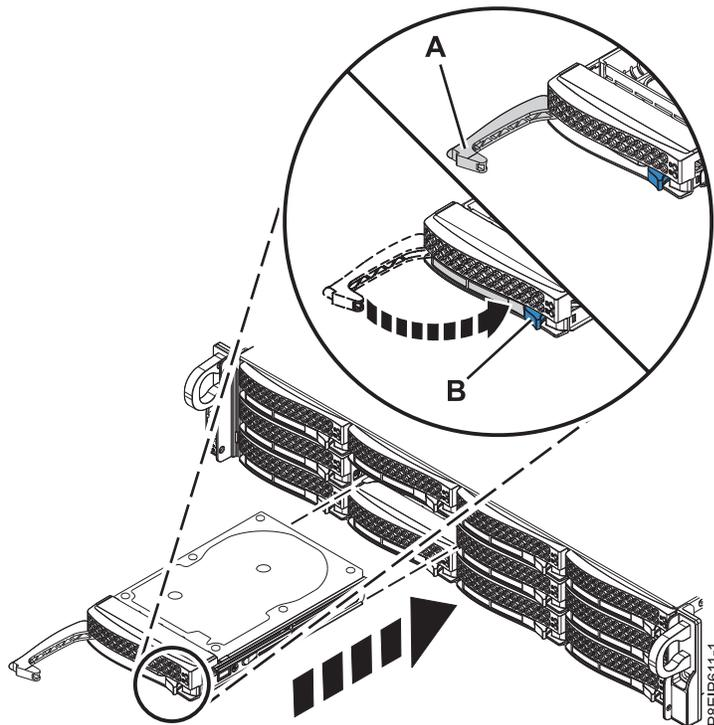

Abbildung 100. Detail zur Plattenlaufwerkssperre
3. Lassen Sie den Griff an der Laufwerkposition (A) einrasten, indem Sie auf die Griffentriegelung drücken, bis diese einrastet (B) (siehe Abb. 100).